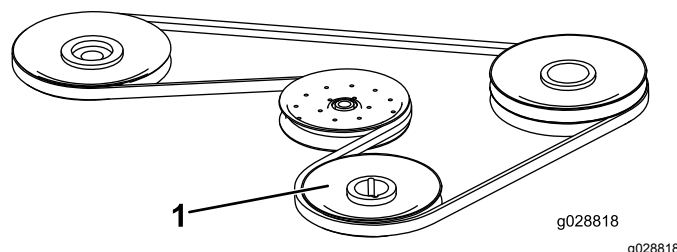

Figura 3
4. Retire la correa que pasa por el lado derecho de la carcasa de corte e instale la correa del kit en el mismo lugar (Figura 3).